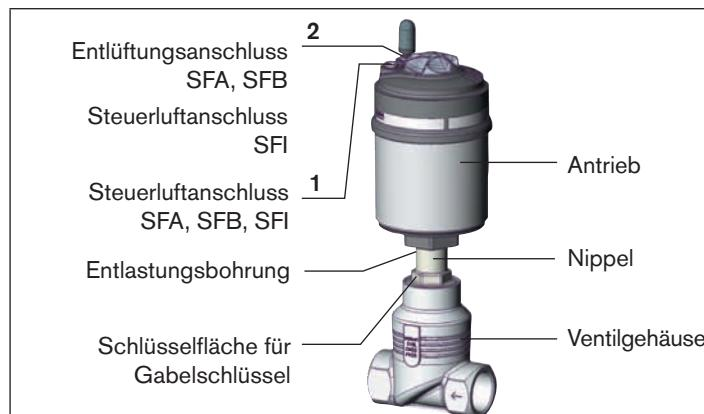

Bild 25: Teilezeichnung
- Bei **Steuerfunktion A und I** den Steuerluftanschluss 1 mit 6 ... 8 bar beaufschlagen (siehe „Bild 25: Teilebezeichnung“).
- Bei **Steuerfunktion B** den Steuerluftanschluss 2 mit 6 ... 8 bar beaufschlagen (siehe „Bild 25: Teilebezeichnung“).